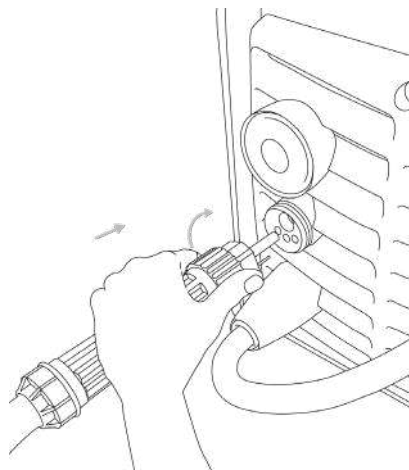

Рис. 9.4. Подключение горелки к аппарату.
3. Подключите сварочную горелку для MIG/MAG сварки в «евроразъём» на передней панели сварочного аппарата (См. рис. 9.4).